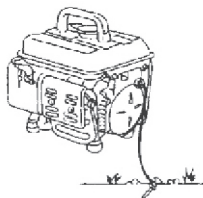

Рис. 1
- Заземлите генератор (Рис. 1).